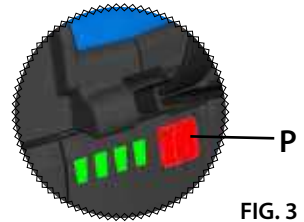

FIG. 3
2.7) Autonomía de la batería (Ref. a Fig. 3)